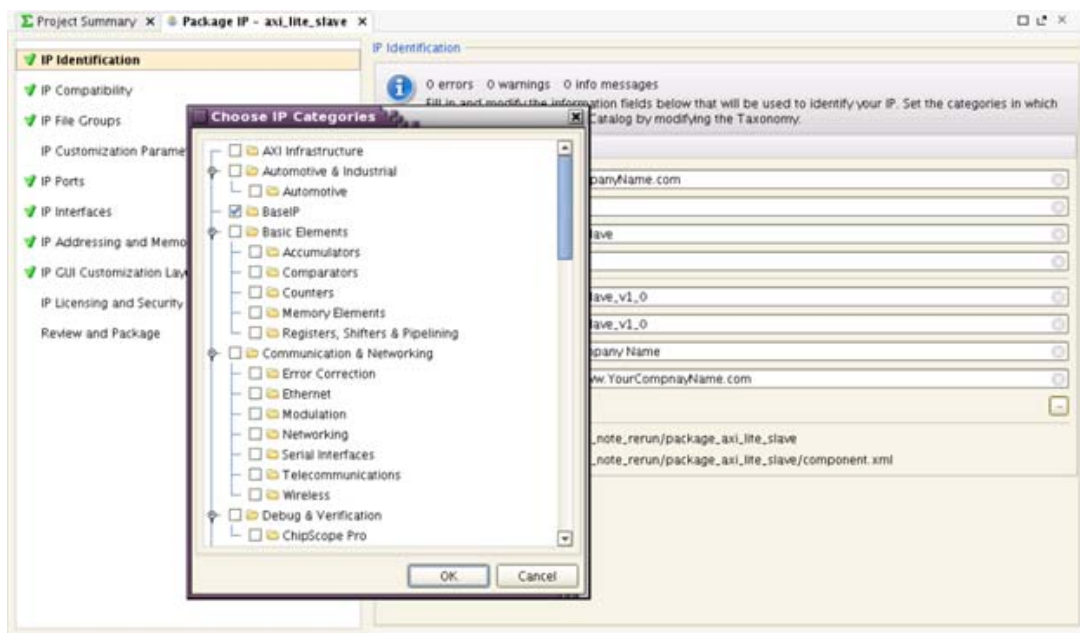

図 11 : [Choose IP Categories]
7. IP カタログの特定のカテゴリに IP が表示されるようにするには、それらのカテゴリの一部になるように IP を構成する必要があります。IP カタログ内で IP が表示されるカテゴリを変更するには、[Categories] の行にある [...] をクリックします。[Choose IP Categories] が表示されます (図 11)。